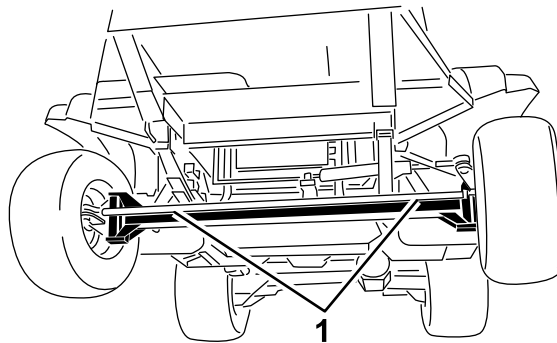
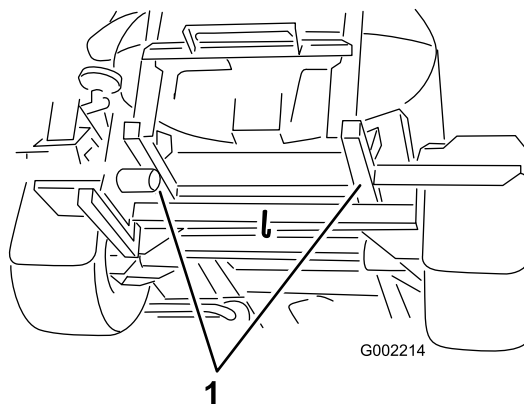

図 61
図 62
4. 牽引ロープを取り付ける車両前後のロープ掛けポイントについては図 61 と 図 62 を参照。